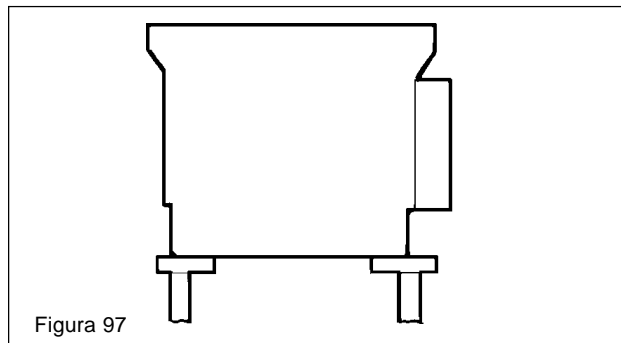

Figura 97
- a. Coloque la caja de los rodamientos sobre la prensa para ejes. (Vea la figura 97)